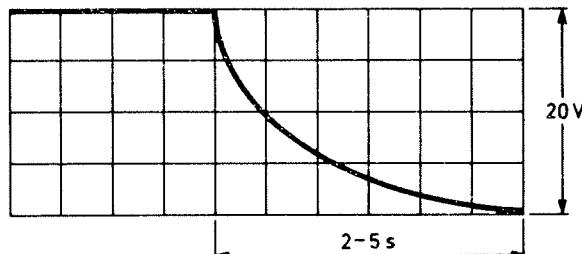

Bild 3
- Dra ut StT och kontrollera oscilloskobilden, bild 3.